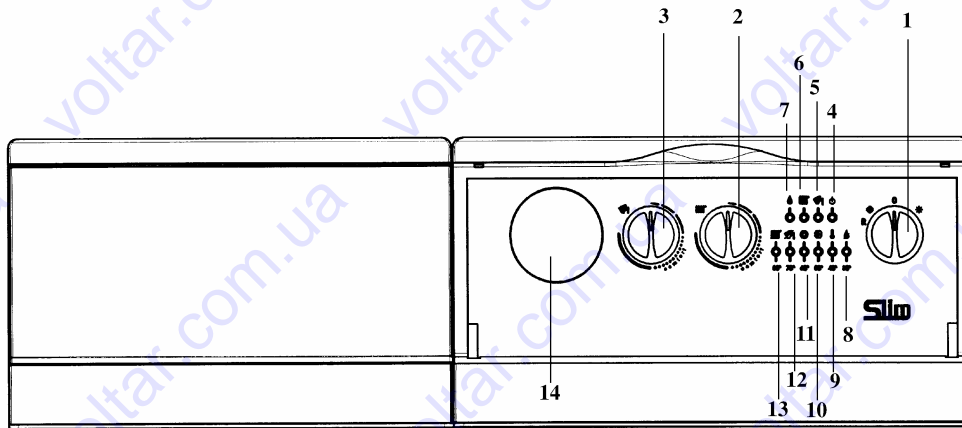

Рис. 1: Панель управления котла
- установить переключатель режимов «лето - зима» (рис. 1, позиция 1) в нужный режим;
- установить регулятор температуры воды в системе отопления (рис.1, позиция 2) на нужное значение;
- установить регулятор температуры воды в бойлере (рис.1, позиция 3) на нужное значение;
Режим работы в системе ГВС может быть исключен путем установки регулятора температуры воды в бойлере (рис.1, позиция 3) на минимальное значение, необходимое для защиты бойлера от замерзания.
Режим работы в системе ГВС можно исключить, установив ручку (рис.1, позиция 3) в положение минимума, что соответствует работе бойлера в режиме "антизаморозки".
**Важная информация:** при переключателе режимов «лето - зима» (рис. 1, позиция 1), установленном в положении «зима» ❄️, перед каждым очередным включением котла по сигналу регулятора системы отопления установлена задержка на несколько минут (для того чтобы избежать частых включений/выключений). Для того чтобы горелка включилась сразу, переведите переключатель в положение (0), а затем снова установите режим «зима».
- установить переключатель режимов лето-зима (рис.1, позиция 1), в положение "лето";
- установить регулятор температуры воды в бойлере (рис.1, позиция 3) на нужное значение.
**Внимание!** При первом включении внутри трубы подачи газа могут образоваться воздушные пробки. В таких случаях горелка не будет включаться и произойдет блокировка котла по газу (загорается красная лампочка блокировки котла - рис. 1, позиция 8). При возникновении данной проблемы повторите процесс включения котла до поступления газа в горелку, кратковременно установив перед включением переключатель режимов (рис. 1, позиция 1) в положение R (сброс).
Данное устройство может быть снабжено комнатным термостатом для контроля температуры отапливаемого помещения. В этом случае регулятор температуры воды в системе отопления (рис.1, поз. 2) устанавливается в максимальное положение, а сигналы на включение и выключение котла поступают от комнатного термостата.
При отсутствии комнатного термостата температура помещения регулируется косвенным образом при помощи регулятора температуры воды в системе отопления (рис.1, поз. 2); при таких условиях насос системы отопления работает постоянно. Для увеличения температуры повернуть регулятор по часовой стрелке, для уменьшения - против часовой стрелки.
- Установить переключатель режимов (рис. 1, поз. 1) в положение «лето» ☀. В этом случае котел будет работать только на контур ГВС.
- Установить переключатель режимов (рис. 1, поз. 1) в положение (0), проследив, чтобы лампочка-индикатор (рис. 1, позиция 2) погасла; таким образом прекращается подача электричества на котел.
Регулятор температуры воды в бойлере (рис. 1, поз. 3) может использоваться только при наличии накопительного бойлера. В этом случае возможно отрегулировать температуру воды контура ГВС, установив регулятор на нужное значение.
Приоритет ГВС можно отключить установив регулятор (рис. 1, поз. 3) на минимальное значение в соответствии с функцией защиты от замерзания воды в бойлере.
- переключатель режимов (рис.1, позиция 1) не установлен в положение (0);
Если Вы не хотите нагревать воду в бойлере, переведите регулятор температуры горячей воды (рис.1, позиция 3) на минимальное значение (0); электронная система управления проследит за тем, чтобы температура не опускалась ниже 5°С.